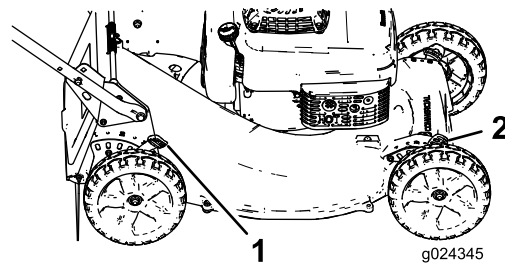

Figura 14
1. Puxe a alavanca da altura de corte em direção à roda (Figura 14) e desloque para a definição pretendida.